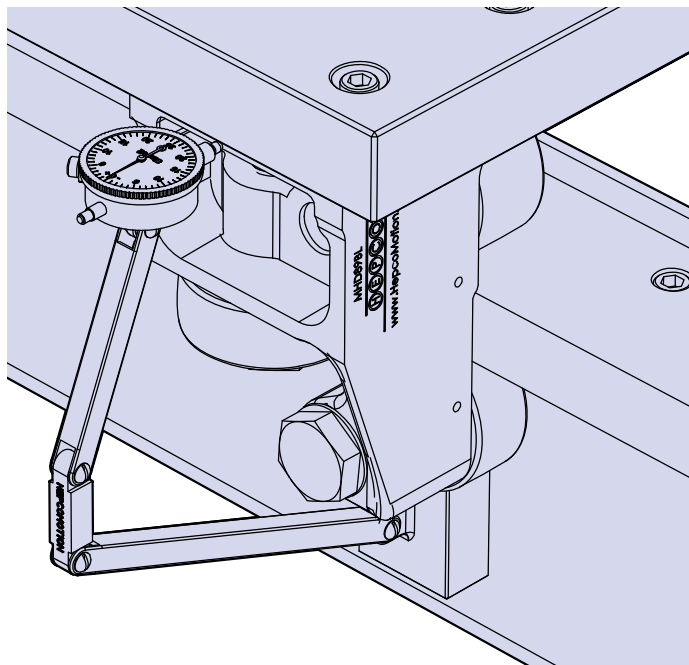

Figura 6
19. Confirme la alineación del carro en la guía moviéndolo a lo largo de la guía con un dispositivo de medición adecuado que se apoya sobre la cara correspondiente al registro de los bloques MHD, tal como indica la Figura 6. El dispositivo debe indicar que todos los bloques están paralelos a la guía y que los bloques a ambos lados del carro están alineados entre sí. Reajuste el sistema si no está alineado correctamente.